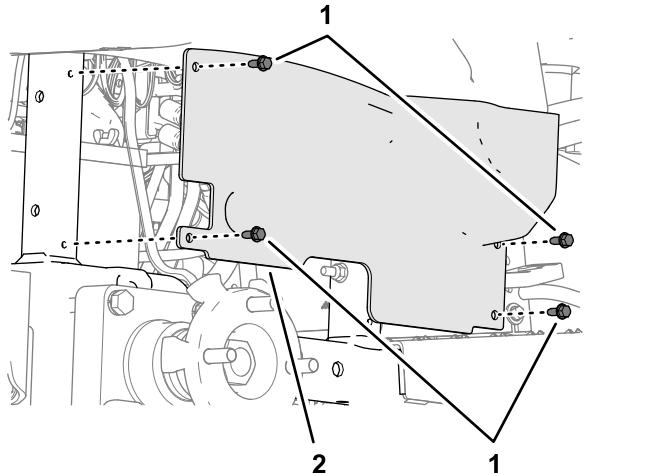

Figure 31
3. Retirez les 4 vis à embase ($\frac{1}{4}$ " x $\frac{5}{8}$ ") qui fixent le panneau de protection de la roue sur le cadre de la machine (Figure 31).
6. Alignez les trous du panneau de protection de la roue et ceux du cadre de la machine (Figure 31), puis fixez le panneau de protection au cadre à l'aide des 4 vis à embase ($\frac{1}{4}$ " x $\frac{5}{8}$ ") que vous avez retirées à l'opération 3.